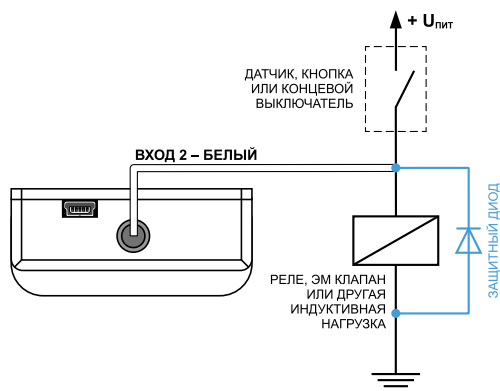

Рис.16. Схема подключения защитного диода
1. Защитный диод (Рис.16) – устанавливается параллельно индуктивной нагрузке. При этом прямой ток защитного диода ($I_{\text{диода, прямой}}$) должен быть не менее $1.5 \cdot I_{\text{удержания катушки}}$. Если ток удержания катушки неизвестен или есть сомнения, следует использовать схему включения с защитным реле.